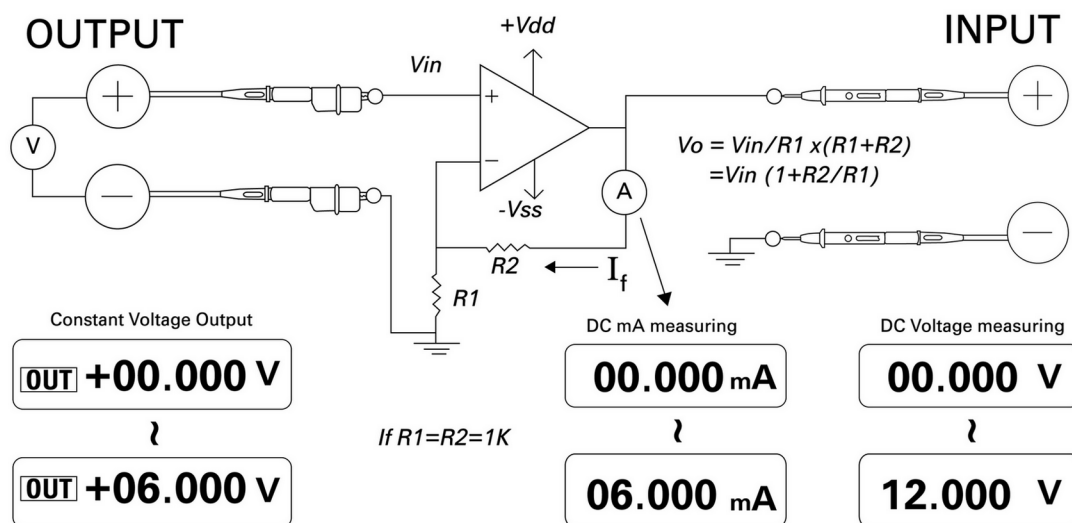

图 5-14 电压电流转换器
为保持其公差输入电压为零，图 5-14 中所示的运算放大器迫使电流 $I = V_{in}/R1$ 经反馈路径从负载 $R2$ 流过。此电流独立于负载。
- 5 连接运算放大器，如图 5-14 所示。
- 8 还有另一种方法，即您可以将旋转开关转到 $\sim mA / \text{}$ 位置，连接输入探头引线，替换掉万用表 A，如图 5-14 中所示。您将会发现电流测量值与运算放大器的电压输入值成比例。